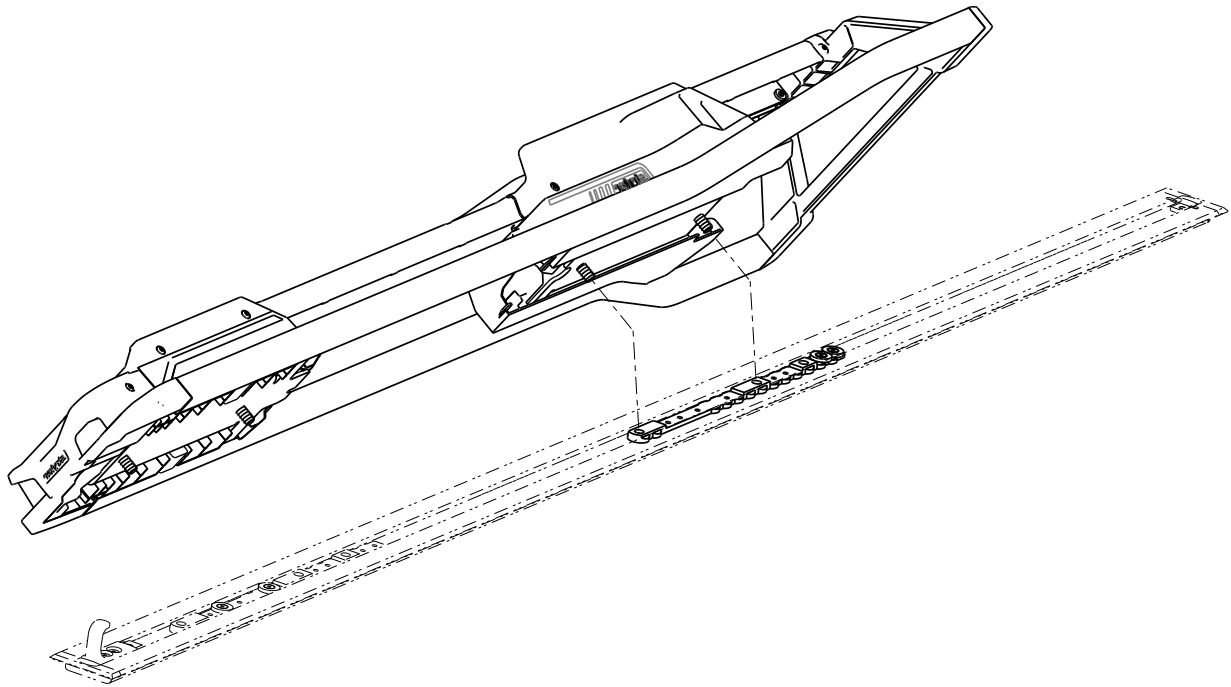

図 11 – Performance-LOADの調整
1. 床プレートアセンブリの上にPerformance-LOADを置きます。頭側端部にある2本のボルトとクリートにある2つの穴の位置を合わせます (図 11)。